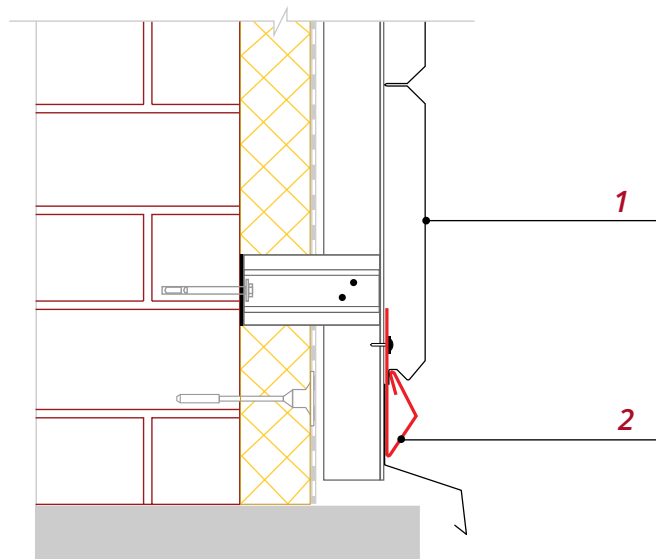

Рис. 17
■ Вставьте панель в пазы доборных элементов и выровняйте ее так, чтобы панель входила в пазы на половину его глубины (или на 10мм), заведите первую панель **1** в Стартово-финишную планку **2**, как показано на рис.17.